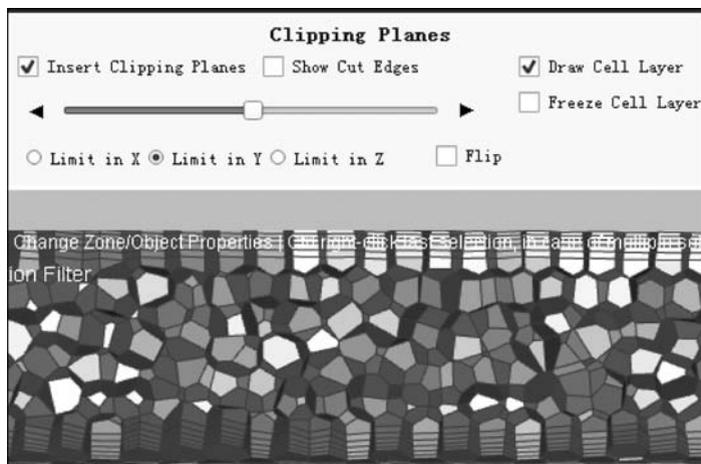

图 3.138 内部截面网格
(17) 在下方选择模式中选择点选择模式,右击出口面中心,选中一点后勾选工具栏中的 Insert Clipping Planes 及 Draw Cell Layer,内部截面网格如图 3.138 所示。